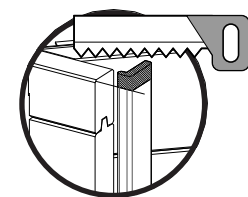

Fig. 6 / Abb. 6 / Afb. 6
- Position the L trimming on the ends of the boards. • Cut off the excess part of the trimming according to the height of the pool if necessary (figure 6).
- Fixez le cache L à l'aide de 3 vis 4x60 également réparties sur la hauteur (figure 6).
- Legen Sie die Zierleiste L auf die Enden der Bretter. • Falls erforderlich, schneiden Sie das, was von der Zierleiste übersteht, je nach Höhe des Beckens (Abb. 6) ab. • Befestigen Sie die Zierleiste L mit Hilfe von 3 Schrauben 4 x 60 gleichmäßig auf der Höhe (Abb. 7).
- Plaats sierlijst L op de uiteinden van de planken. • Indien nodig, overtollige stukken van de sierlijst afsnijden, afhankelijk van de hoogte van het bassin (afbeelding 6).